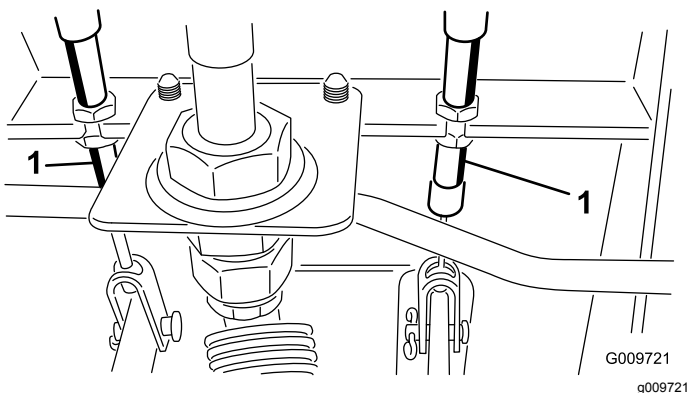

Рисунок 93
- А. Отпустите переднюю гайку на резьбовом конце троса тормоза (Рисунок 93).